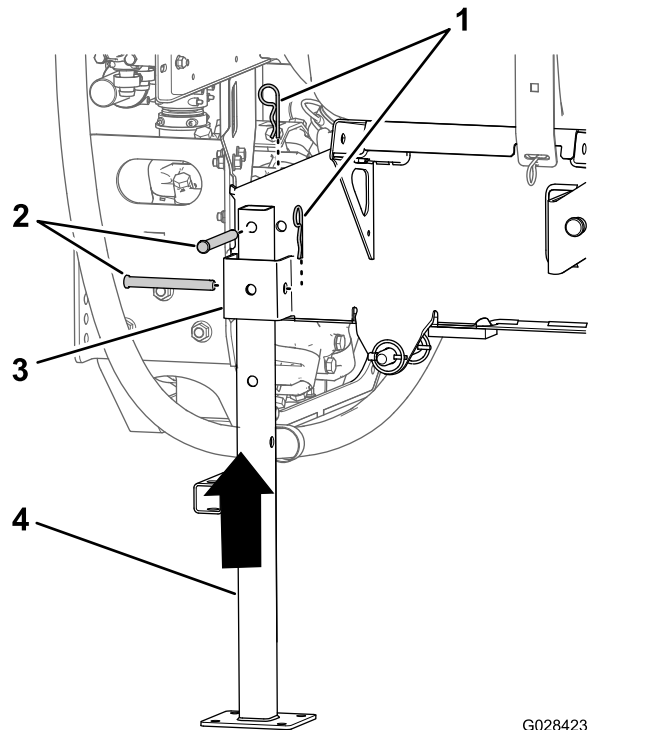

Figure 136
- Aligne pied de support arrière sur le logement correspondant (Figure 136).
- Alignez le trou en haut du pied de support et le trou dans le cadre du patin de la cuve (Figure 136).
- Fixez le pied de support à son logement et au cadre à l'aide de 2 axes de chape ($\frac{1}{2}$ x $4\frac{1}{2}$ po) et 2 goupilles fendues ($\frac{5}{32}$ x $2\frac{5}{8}$ po), comme montré à la Figure 136.